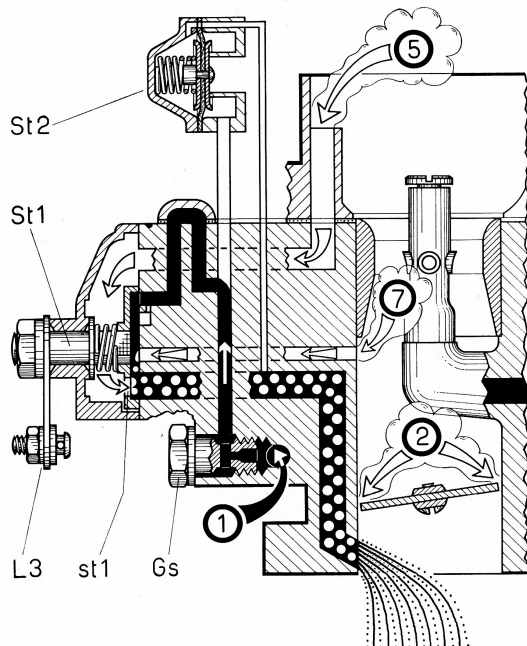

Abb. 4 Wirkungsweise beim Kaltstart
### 1. Start (Abb. 4–7)
Wenn der Starterknopf an der Instrumententafel ganz herausgezogen wird, ist die Startvorrichtung auf Kaltstart gestellt (Abb. 4). Der beim Anlassen entstehende Unterdruck wirkt sich, da die Drosselklappe nahezu geschlossen ist, auf die Austrittsöffnung des Startsystems unter der Drosselklappe aus. Dadurch wird der in diesem bereitstehende Kraftstoff und der durch die **Starterkraftstoffdüse** (Gs) nachfließende Kraftstoff (1) angesaugt. In dem Mischraum der **Starterscheibe** wird der Kraftstoff mit der durch eine kalibrierte Bohrung (st 1) eintretenden Starterluft (5) und außerdem noch mit einem Luftzusatz (7), der durch einen Kanal aus der Mischkammer eintritt, zu einem Bläschengemisch vermengt. Im Saugkanal wird dann aus dieser sehr kraftstoffreichen Startemulsion und der durch den Drosselklappenspalt einströmenden Luft (2) das Startgemisch gebildet, das einen einwandfreien Start auch bei niedrigen Temperaturen gewährleistet.